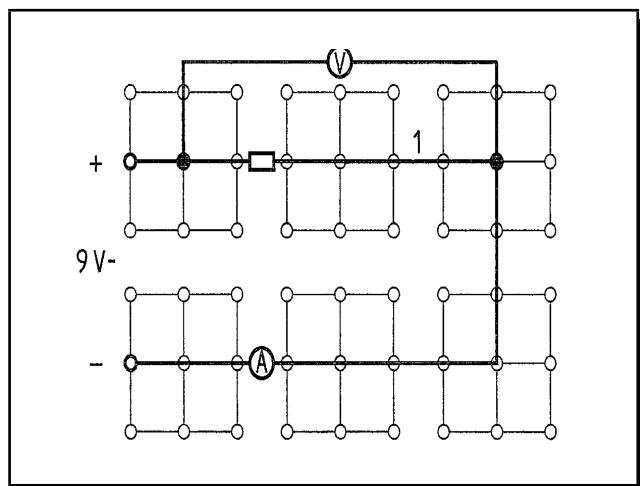

Figura 3.12: Conexión en serie de dos lámparas parte 2
- 4 Monte el experimento de la Figura 3.12 utilizando inicialmente la resistencia R_1 de 47Ω .